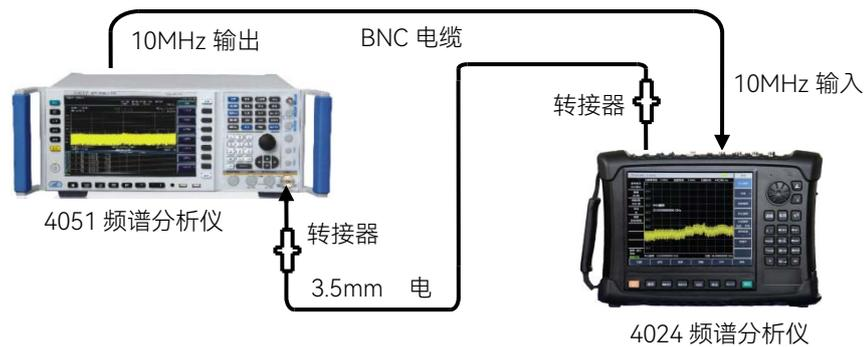

图 14.23 跟踪源边带噪声测试框图
- 1) 如图 14.23 连接测试设备，4024 的射频输出通过电缆连接到 4051 频谱分析仪射频输入端，4051 为 4024 提供 10MHz 频率参考；